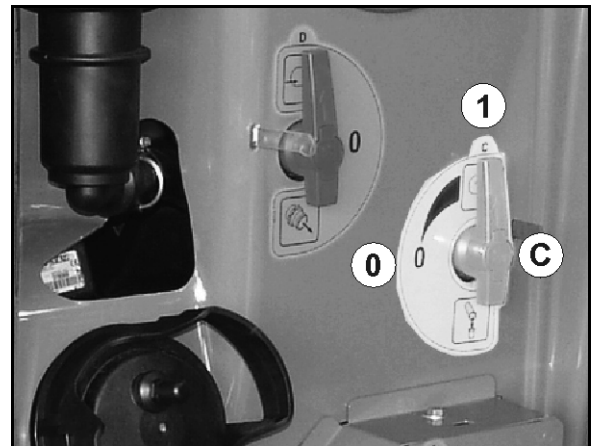

Bild 53
- Stödbenet nedsänkt (Bild 53) när maskinen är frånkopplad.